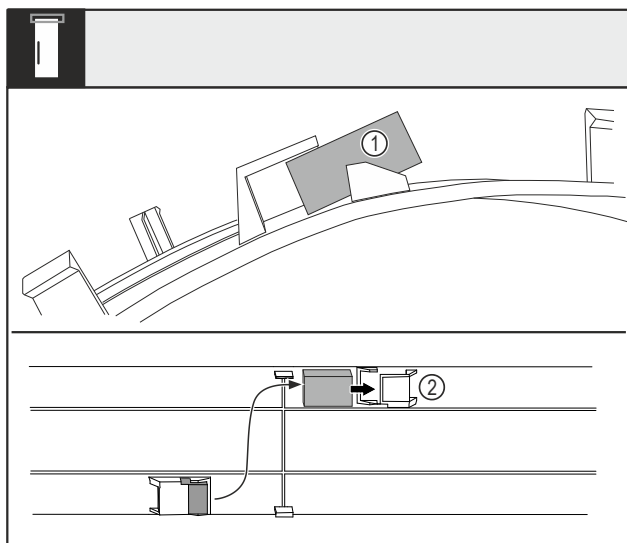

Fig. 16
- Plier le cache et retirer l'aimant de porte Fig. 16 (1) du logement.
- Insérer l'aimant de porte dans l'autre logement Fig. 16 (2).